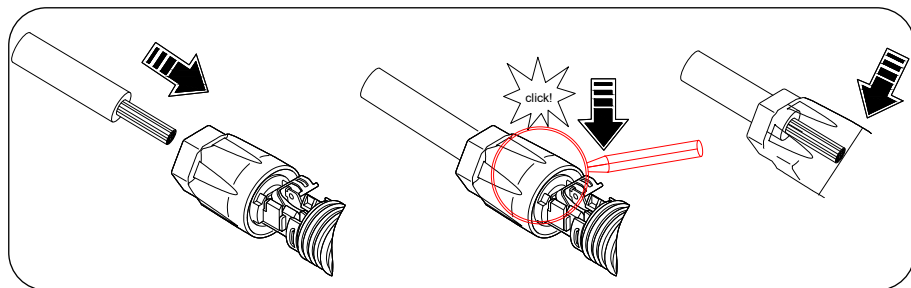

Figura 15
3. Inserire il cavo spellato spingendolo fino al fondo del connettore, (le estremità dei fili devono essere visibili nella molla) e chiudere la molla (Figura 15).